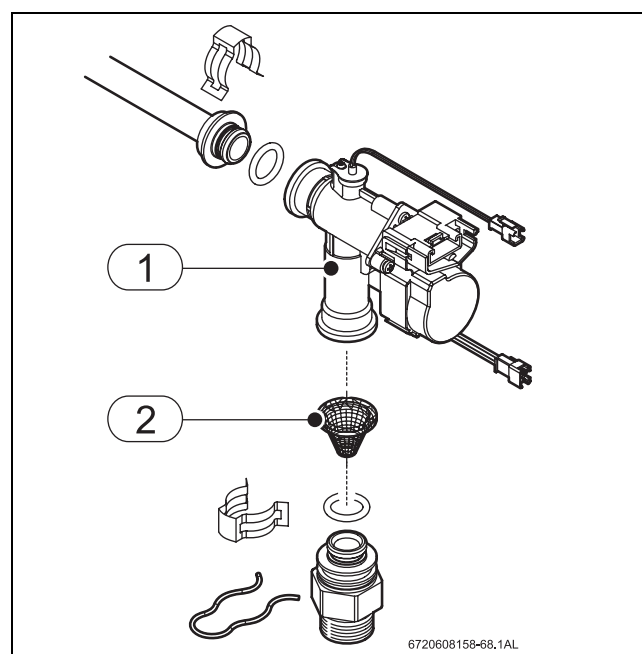

Fig. 56
- ▶ Smontare l'elettrovalvola presso il circuito d'ingresso acqua (Fig. 56).